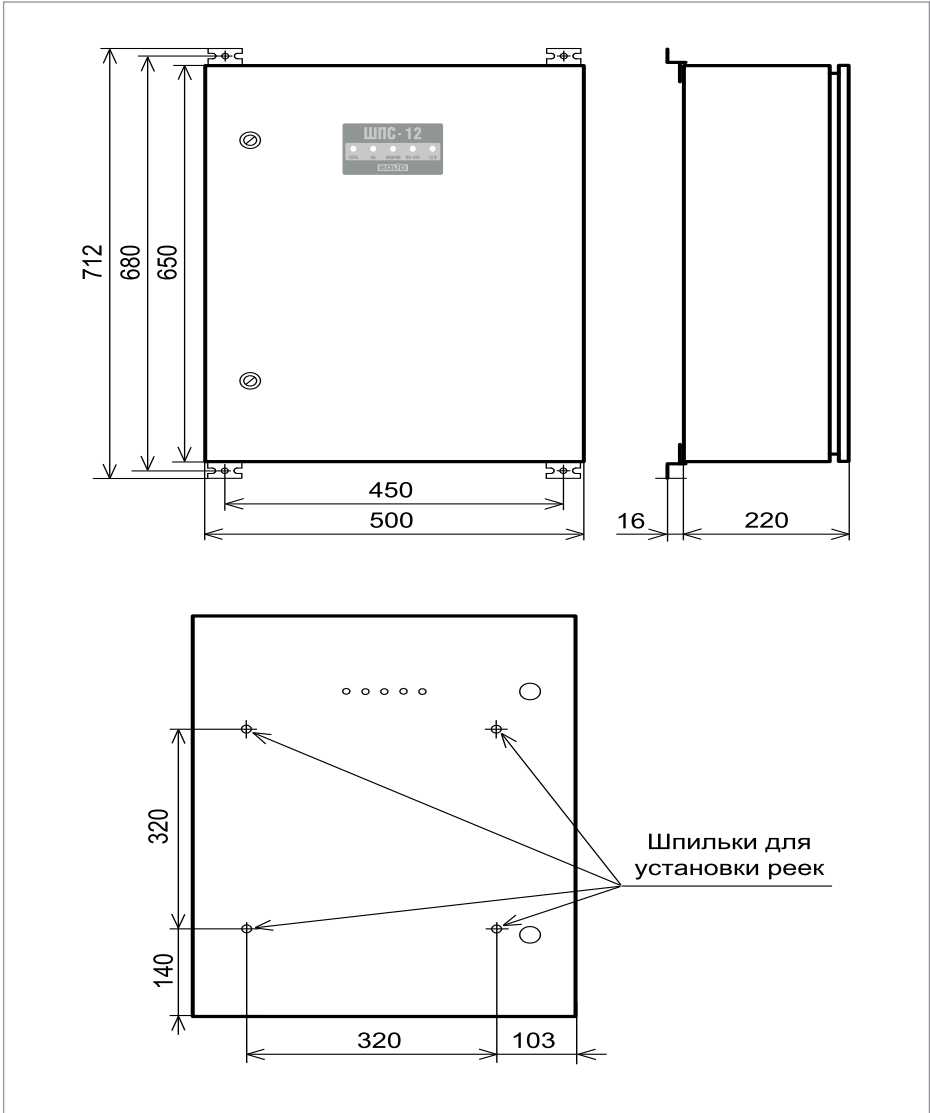
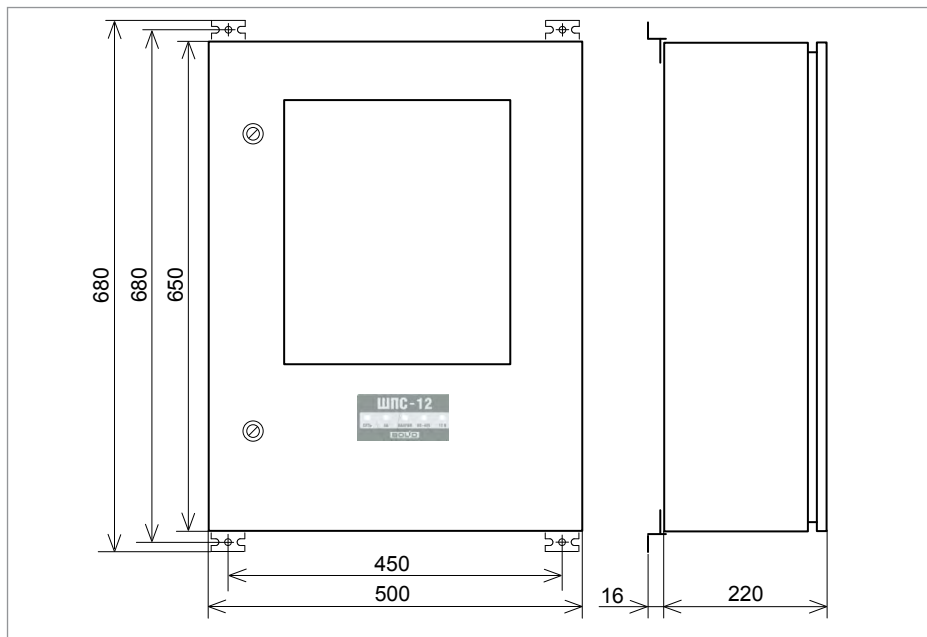
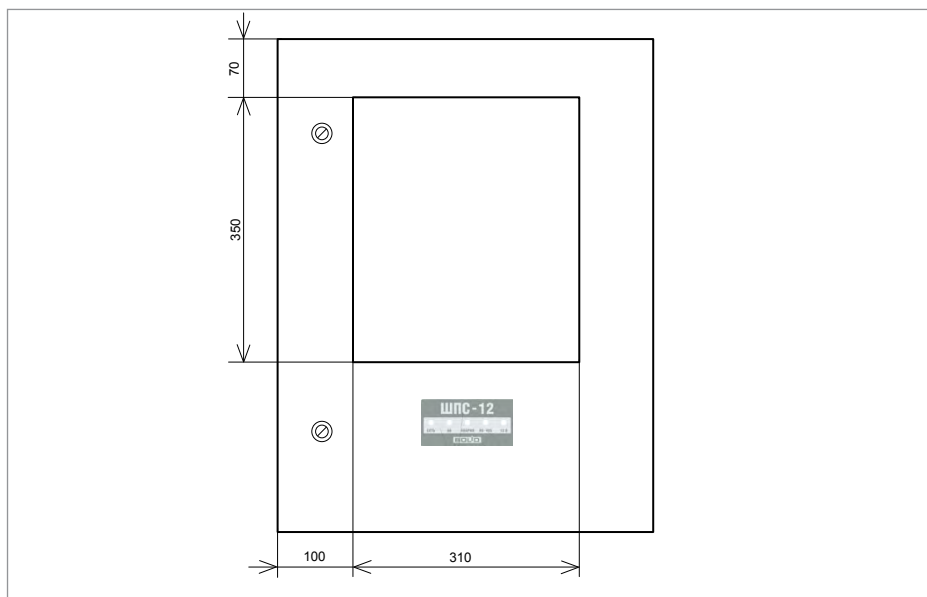

Рисунок 46. Внешний вид и габаритные размеры «ШПС-12», «ШПС-12 исп.02», «ШПС-24», «ШПС-24 исп.02»
Рисунок 47. Внешний вид и габаритные размеры «ШПС-12 исп.01», «ШПС-24 исп.01»
Рисунок 48. Размеры и расположение окна на двери «ШПС-12 исп.01», «ШПС-24 исп.01»
1. Наметьте на стене места для четырех установочных отверстий в соответствии с габаритным чертежом (см. Рисунок 46, Рисунок 47, Рисунок 48).
- Допускается размещение оборудования на двери шкафа (кроме «ШПС-12 исп.01»). Для этого необходимо установить дополнительные рейки с помощью предназначенных для этого шпилек (Рисунок 46). Дополнительные рейки входят в монтажный комплект МК-1 ШПС, который поставляется отдельно. Пример компоновки оборудования на двери приведен в ЭТ.